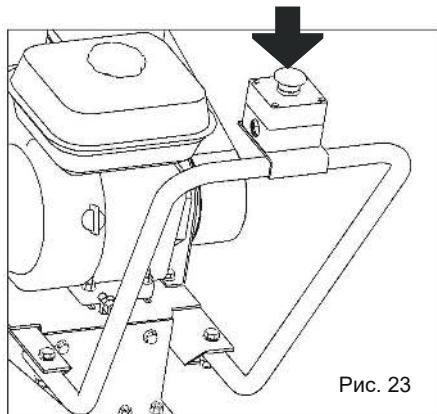

Рис. 23
Если двигатель остановлен кнопкой аварийного останова (10) (рис. 23),бросьте остановов кнопкой, повернув ее вправо до тех пор, пока она не выскочит. Кнопку необходимо сбросить, чтобы запустить двигатель.